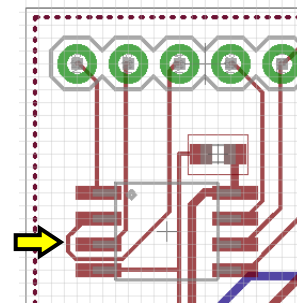
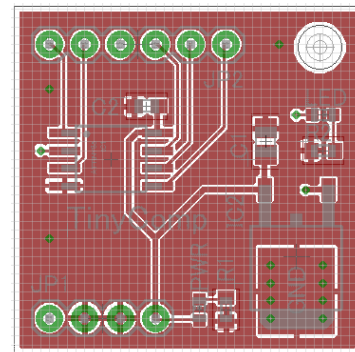

図 33
図 34
- ④ 図 33 のような配線があれば Bottom 側に配線をまわしましょう。
(11) ベタ・グラウンド表示
- ①  Ratsnest コマンドをクリックするとベタ・グラウンドが表示されます。図 34
- ② ベタ・グラウンドを点線にもどすには `ripup @;` とキー入力します
- ③ Bottom,Top のレイヤーを交互に非表示にしてベタ・グラウンドの回り込みの様子を確認します。